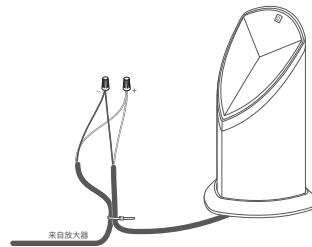

图 7
- 从离放大器最远的扬声器开始,根据下表剥去相应放大器通道的地线切割端 3/4 英寸的绝缘层,然后剥去相应扬声器尾纤末端的绝缘层(见图 7)。
- 用扎带将直埋电缆连接到扬声器尾纤(见图 7)。